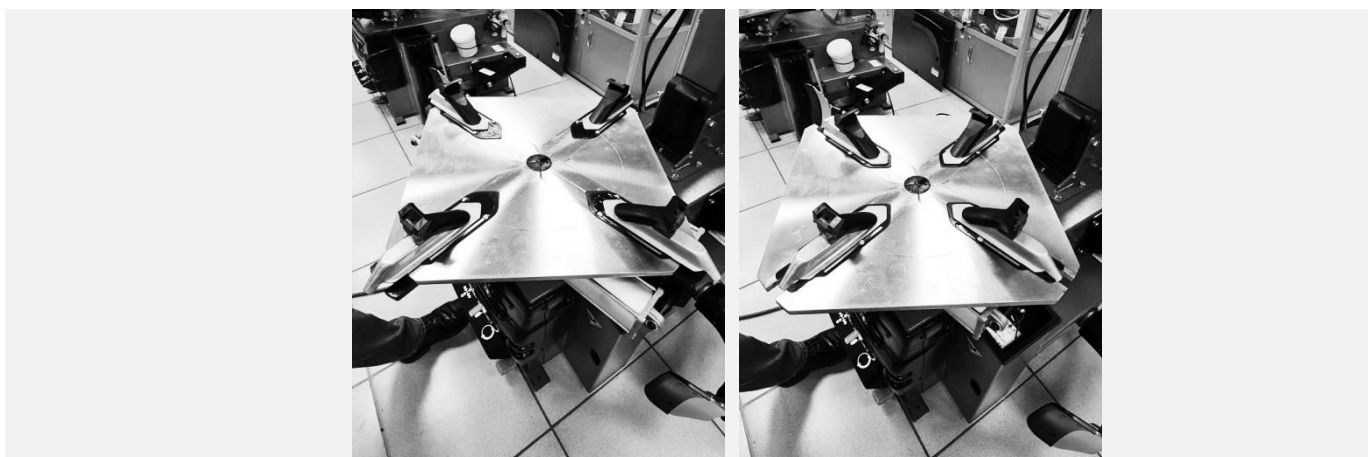

Рисунок 51
- Плавно нажать педаль управления зажимными кулачками до среднего положения, сведя зажимные кулачки таким образом, чтобы насечка на поворотном столе примерно соответствовала диаметру колеса, промаркированному на ползуне кулачка (см. Рисунок 51).